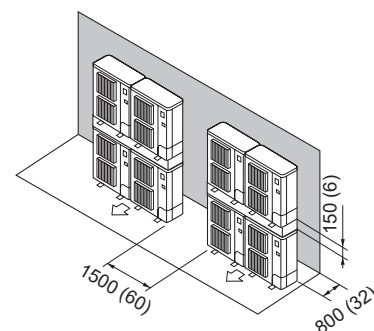

Fig. 2-18
- (7) Disposición de unidad apilada (Fig. 2-18)